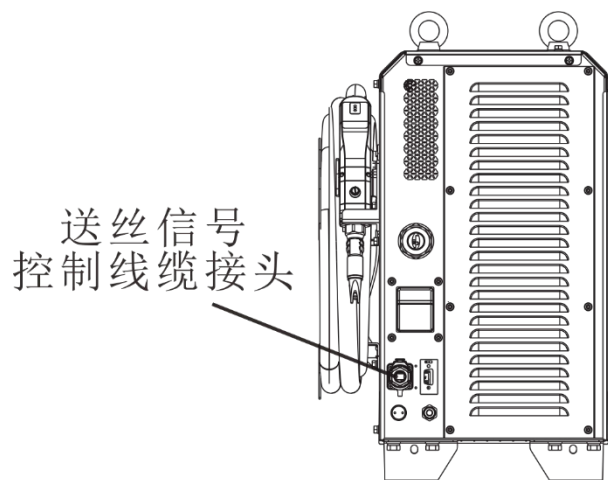

图2-2 送丝信号控制线缆接头示意图
1. 将送丝机控制线缆连接到焊机后方的送丝信号控制线缆接头并紧固，如图 2-2 所示；